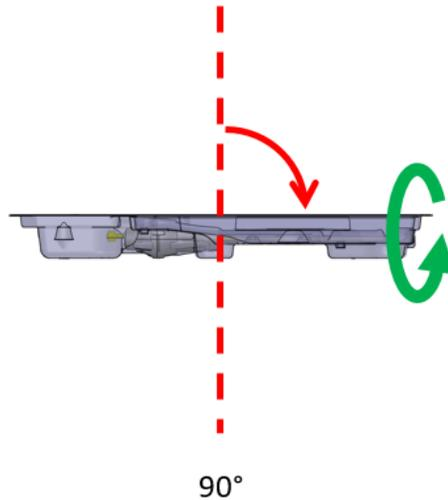

Abbildung 32: UA-Verpackung in horizontaler Lage
- d. Setzen Sie die Kippbewegung des UA in die Horizontale fort und wiederholen Sie den im vorherigen Schritt beschriebenen Drehzyklus (*Abbildung 32*).